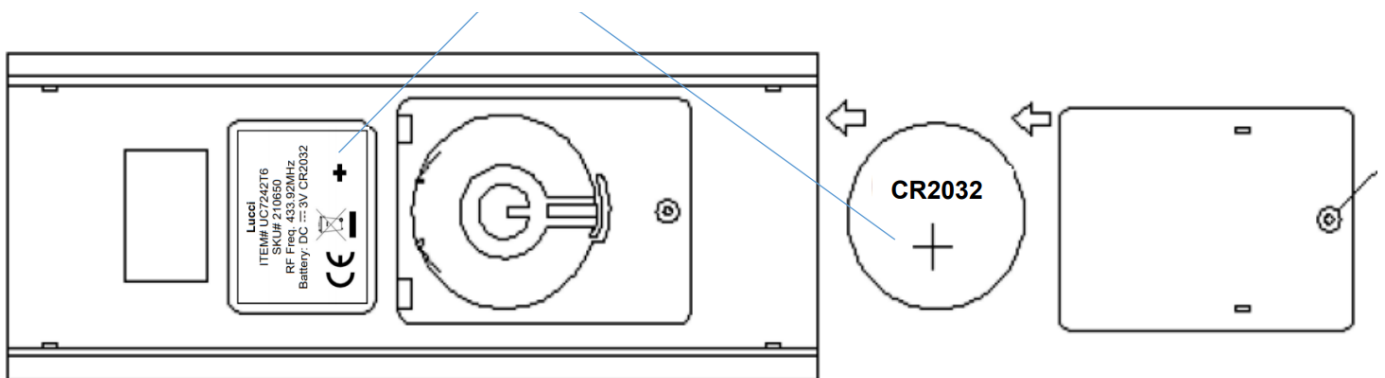

Fig. 11
INSTALACIÓN DE LA PILA (Fig.11)
Instale una pila tipo CR2032 de 3V en el compartimento. Asegúrese de que la pila esté colocada en el sentido correcto de la polaridad. (Fig. 11)
- Instale una pila tipo CR2032 de 3V en el compartimento. Asegúrese de que la pila esté colocada en el sentido correcto de la polaridad. (Fig.11)